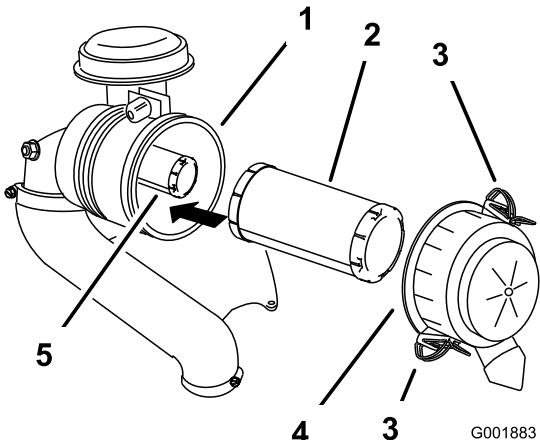

Figure 34
- Ouvrez les dispositifs de verrouillage du filtre à air et détachez le couvercle du boîtier du filtre (Figure 34).
- Sortez le préfiltre du boîtier du filtre avec précaution (Figure 34).
2. Si vous remplacez l'élément intérieur, insérez-le avec précaution dans le boîtier du filtre (Figure 34).
3. Placez ensuite le préfiltre sur l'élément de sécurité avec le même soin (Figure 34).
4. Remettez en place et verrouillez le couvercle du filtre à air (Figure 34).